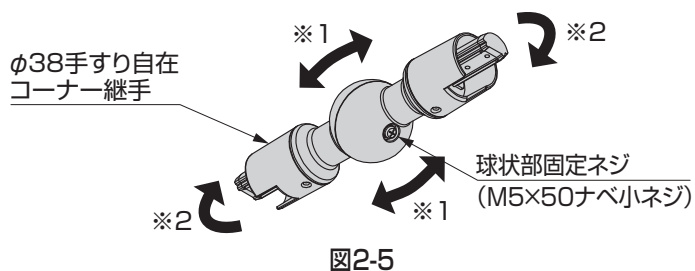

図2-5
- ① φ38手すり自在コーナー継手の「球状部固定ネジ」をゆるめてください。(図2-5参照)